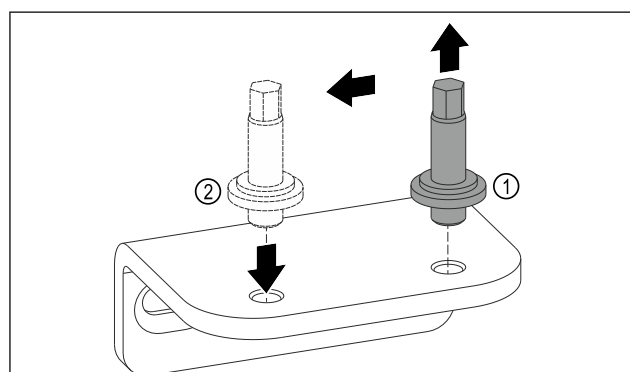

Fig. 13
- Svitare il perno del blocco inferiore di supporto con una chiave a esagono SW5. Fig. 13 (1)
- Inserire il perno sul lato opposto. Fig. 13 (2)